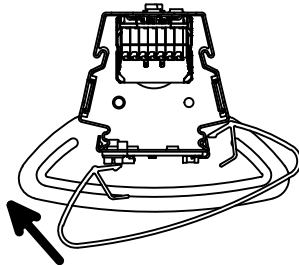

FIGURE 4: LENTILLE
- 7 ) Aligner sur la lentille en inclinant d'un côté et puis faites pivoter l'extrémité opposée autour d' encliquetage dans l'autre côté, comme le montre la Figure 4.